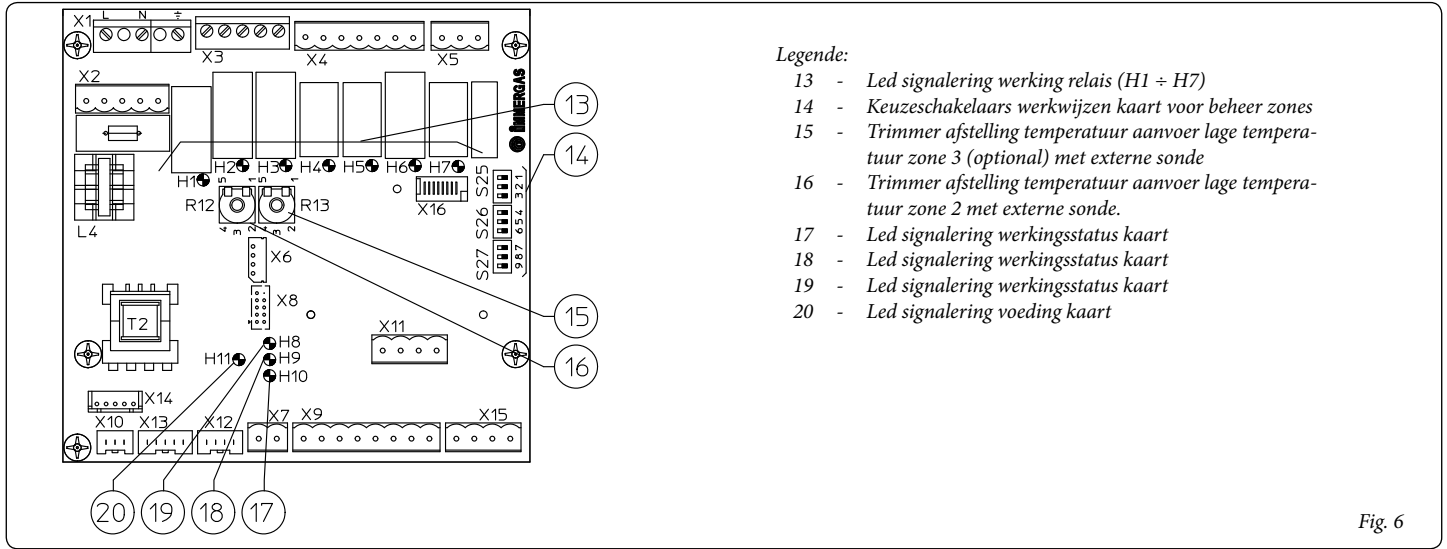
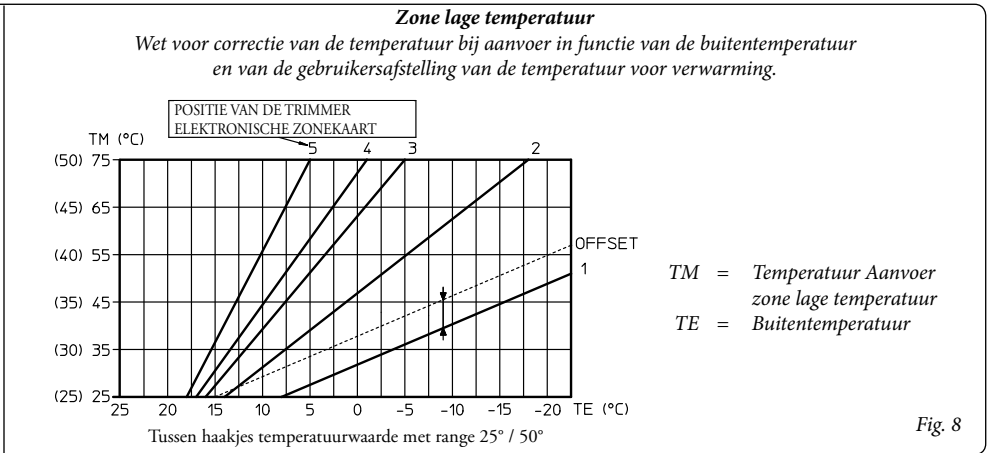

Fig. 6
Fig. 8
- **Besturing van de zone in Lage Temperatuur.** De correlatie tussen temperatuur van aanvoer en de buitentemperatuur wordt bepaald door de stand van de trimmer (16 Fig. 6) die op de zonekaart aanwezig is volgens de curve die in het diagram wordt voorgesteld (Fig. 8).